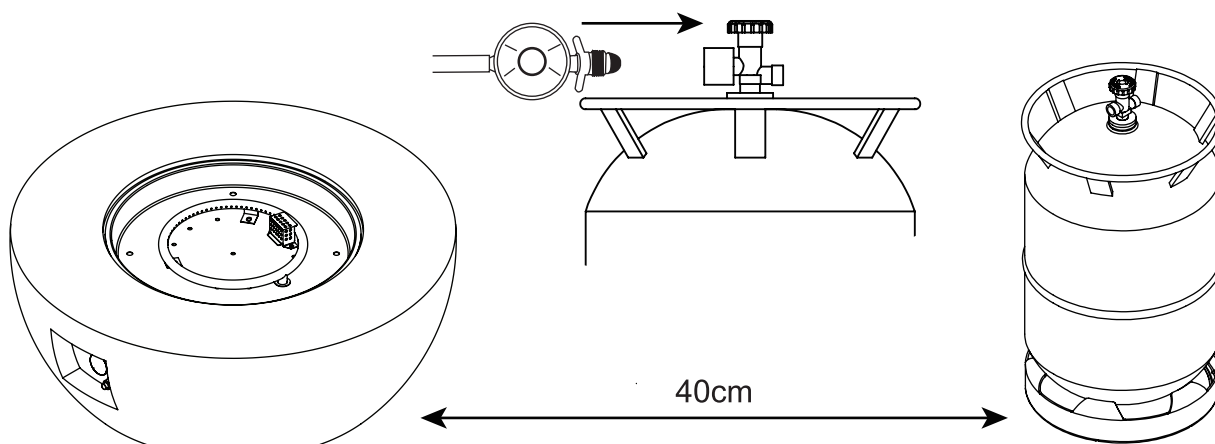

Figure 3
4. Pripojte regulátor k ventilu nádrže a pevne utiahnite (pozri Figure 3).